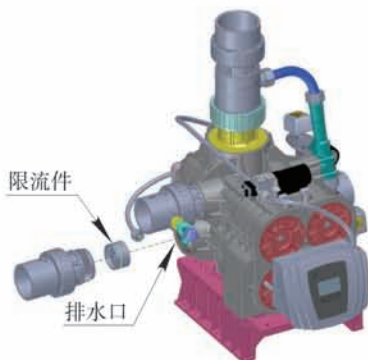

图1-4
- c、用扳手如图1-4所示旋开排水接口，取出其中的排水限流件，更换上符合要求的排水限流件（按P23表中钻孔）后；